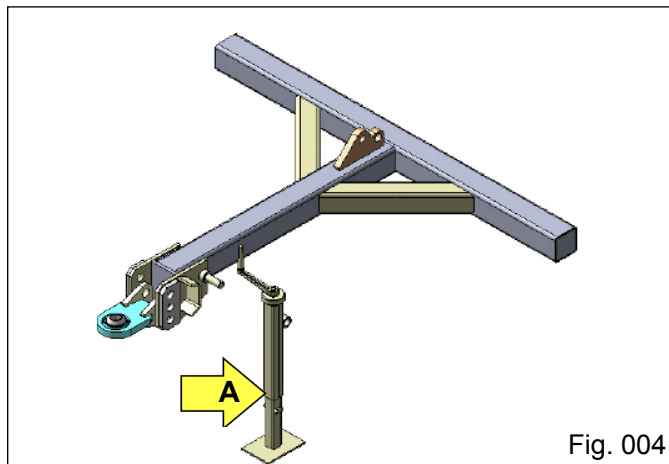

Fig. 004
- 4) Acople o conjunto do levante mecânico "A" (Fig. 004) ao cabeçalho e ajuste-o ao solo de forma que mate-nha o cabeçalho apoiado;